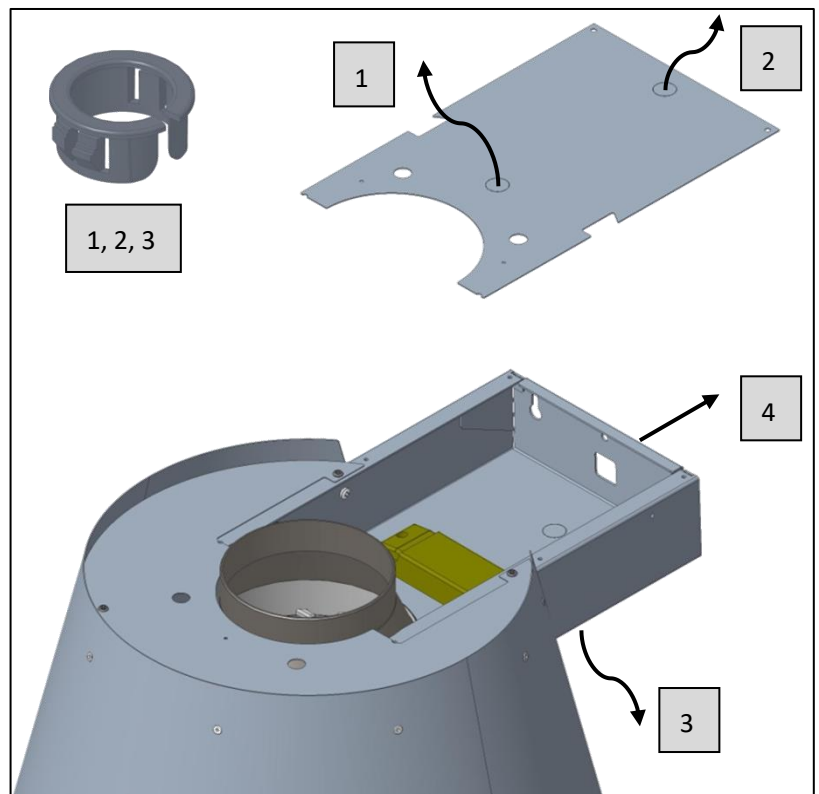

FIG. 6
- LIGAÇÃO ELÉCTRICA: o exaustor está equipado com 4 saídas possíveis para o cabo de alimentação - VOLTAR - SUPERIOR (2) - INFERIOR FIG.6